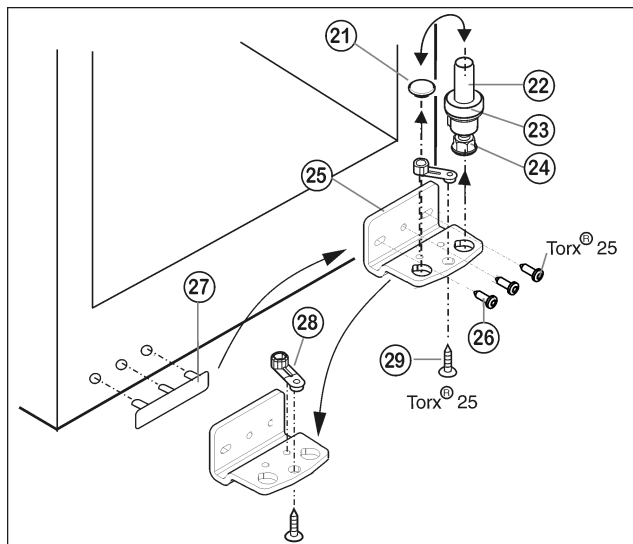

Fig. 5
- ▶ Trzpień zawiasu Fig. 5 (22) kompletny, z podkładką Fig. 5 (23) i nóżką Fig. 5 (24), wyciągnąć do góry.
- ▶ Unieść zatyczki Fig. 5 (21).
- ▶ Odkręcić Fig. 5 (25) płytkę zawiasu Fig. 5 (26).
- ▶ Odkręcić element zawiasu Fig. 5 (28), przełożyć do przeciwległego otworu zawiasu i tam dokręcić.
- ▶ Zdjąć i przełożyć osłonkę po stronie uchwytu Fig. 5 (27) na przeciwległą stronę.
- ▶ Przykręcić mocno płytke zawiasu Fig. 5 (25) na nowej stronie (z siłą 4 Nm), w razie potrzeby za pomocą wkrętarki akumulatorowej.
- ▶ Zatyczki Fig. 5 (21) ponownie włożyć do innego otworu.
- ▶ Trzpień zawiasu Fig. 5 (22) kompletny, z podkładką i nóżką włożyć ponownie. Przy tym zwrócić uwagę, by krzywka zatrzaskowa wskazywała do tyłu.
- ▶ Założyć drzwi od góry na dolny sworzeń zawiasu Fig. 5 (22).
- ▶ Korzystając ew. z obu podłużnych otworów w dolnej płytce zawiasu Fig. 5 (25) ustawić drzwi w jednej linii z obudową urządzenia. W tym celu wykręcić środkową śrubę.